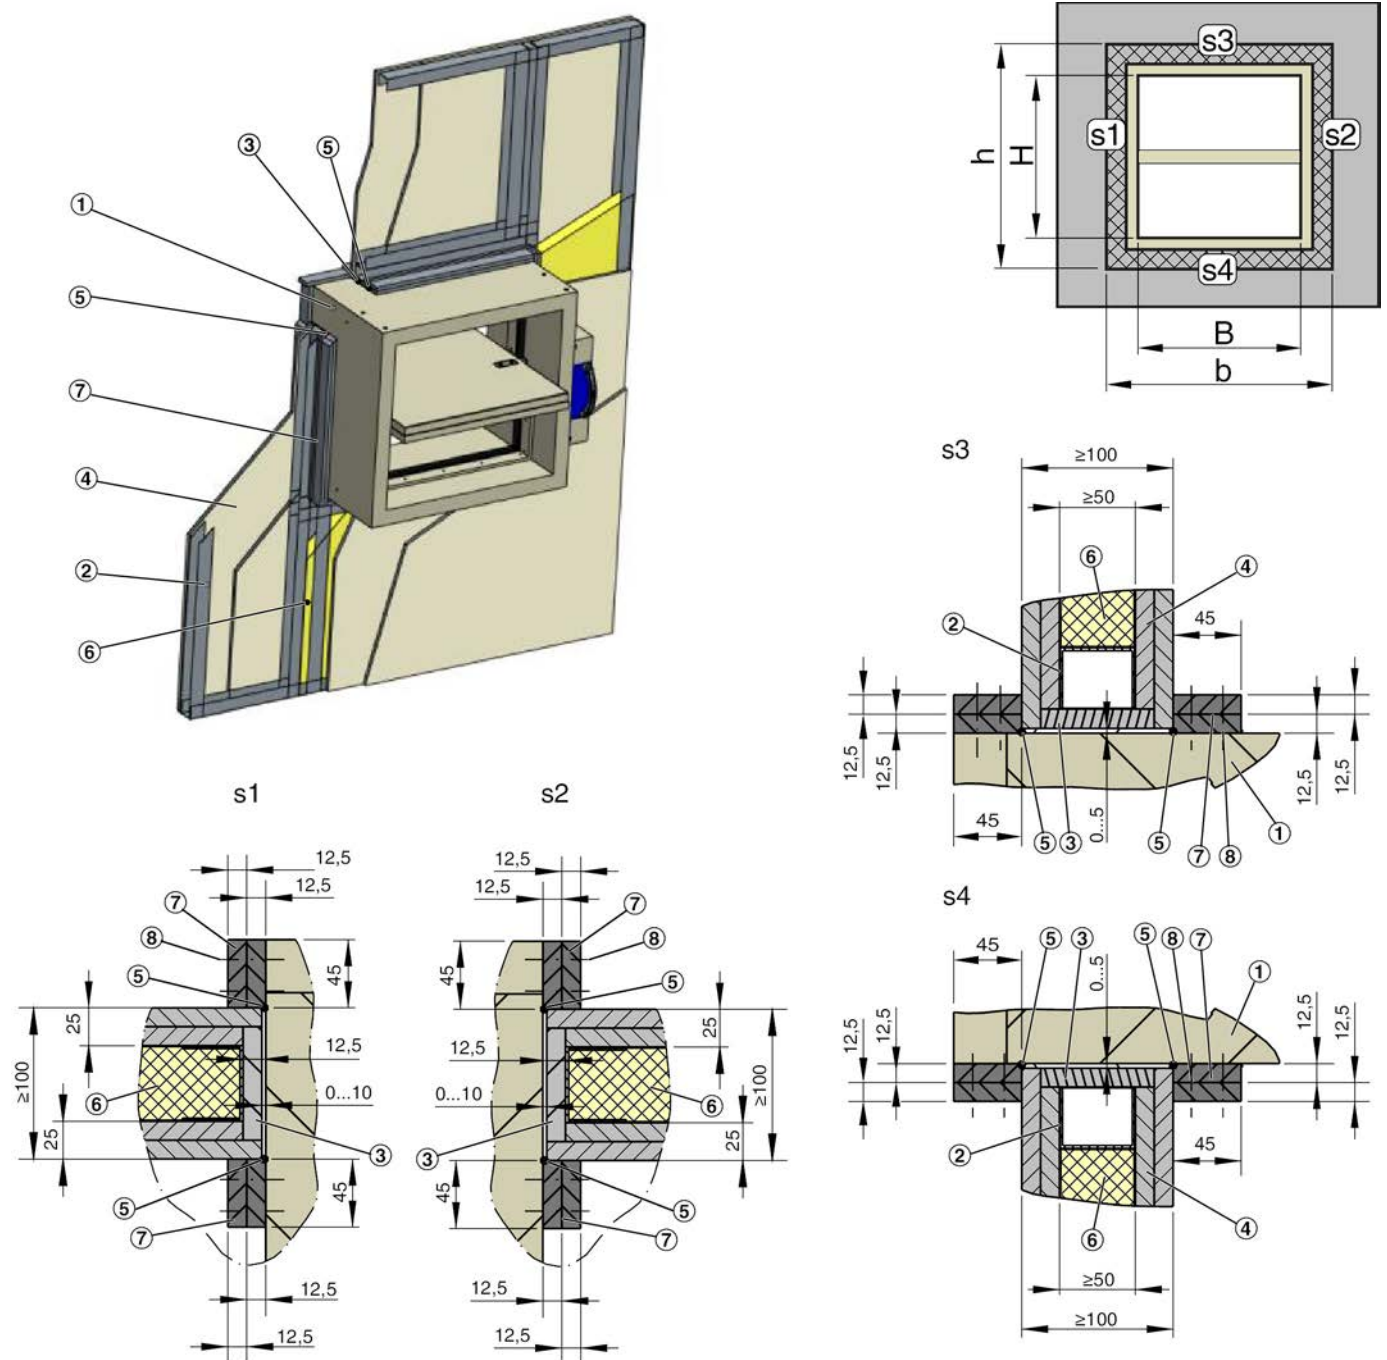

Fig. 16: Instalación en seco sin mortero, variante b, índice de clasificación:  $v_{ew}$
- Realizar la abertura de instalación en cumplimiento con Fig. 16 .
1. ▶ Realizar la abertura de instalación en cumplimiento con Fig. 16 .